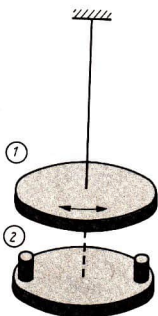

Bild 57
- 10.15 Das Massenträgheitsmoment eines kleinen Schwungrades soll experimentell bestimmt werden. Zu diesem Zweck befestigen wir es nach Bild 57 an einem Stahldraht und lassen es Torsionsschwingungen ausführen. Wir messen die Zeit  $t_1$  für 100 Perioden. Danach befestigen wir zwei Wägestücke (Masse  $m_2$  je  $\frac{1}{5}$  bis  $\frac{1}{10}$  der Masse  $m_1$  des Schwungrades), wie auf dem unteren Bildteil erkennbar.